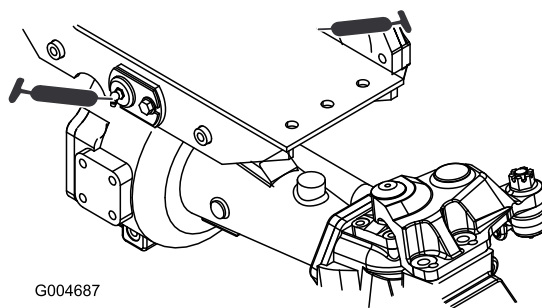

Figure 63
- 2 bagues de pivot d'essieux avant et arrière (Figure 63)